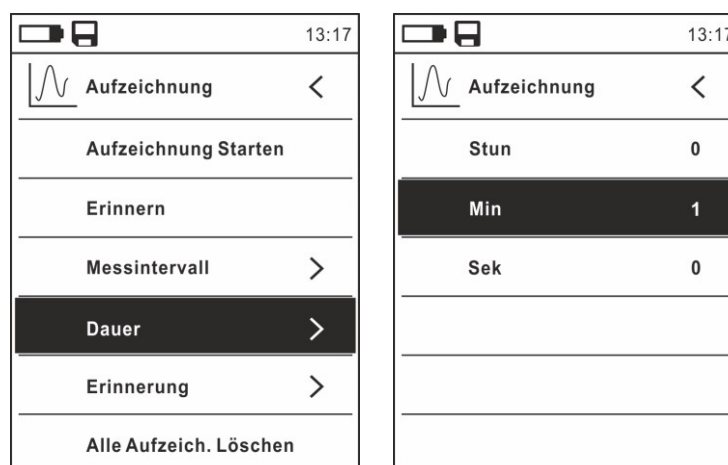

Abb. 32: Data Logger Funktion – Einstellung der Dauer der Aufzeichnung
8. Wählen Sie den Eintrag "Dauer" (siehe Abb. 32 – linker Teil) und drücken Sie die Taste **►**. Die Bildschirmseite in Abb. 32 – rechte Seite erscheint im Display.